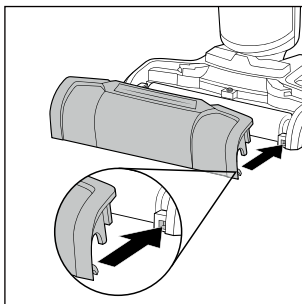

Abb. 41
- ◆ Setzen Sie den Spritzschutz **7** wieder ein, indem Sie diesen zunächst an den Halterungen am Fußteil **3** ausrichten (siehe Abb. 41).